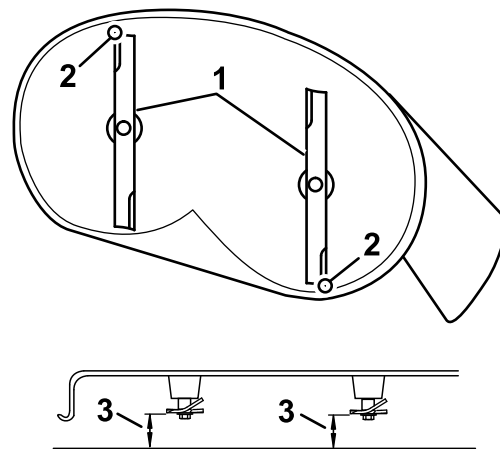

Figura 69
4. Rode cuidadosamente as lâminas para que estejam da frente para trás (Figura 69).
5. Meça da ponta da lâmina da frente até à superfície plana e da ponta da lâmina de trás até à superfície plana (Figura 69).